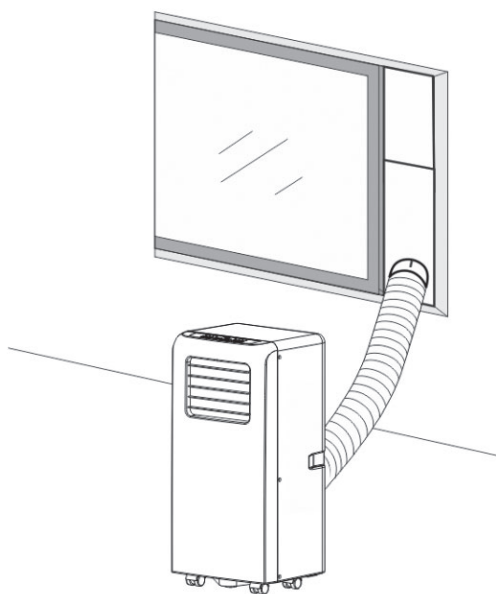
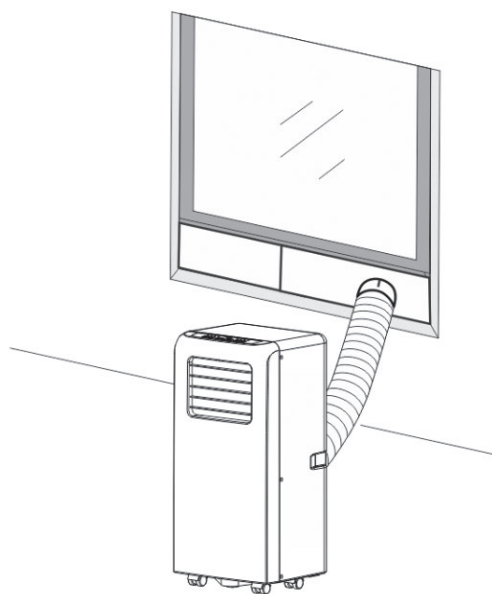

Fig. 2
Fig. 2a
2. Instale o tubo de evacuação como se demonstra na Fig.2 e Fig.2a, e ajuste bem a posição da janela.